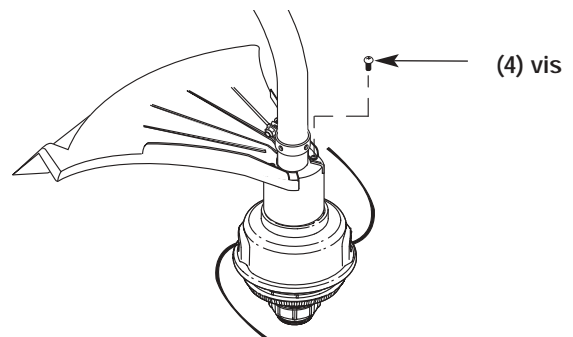

Fig. 5
3. Posez les quatre (4) vis à l'aide d'un tournevis à empreinte cruciforme (Fig. 5). Vissez bien.